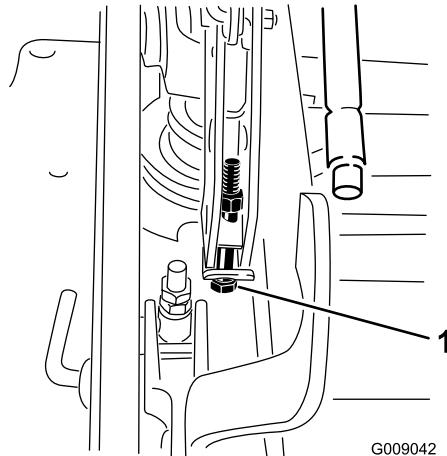

Figura 86
- Si la carcasa está demasiado baja, apriete el perno del ajuste de un solo punto girándolo en el sentido de las agujas del reloj. Si la carcasa está demasiado alta, afloje el perno del ajuste de un solo punto girándolo en sentido antihorario (Figura 86).